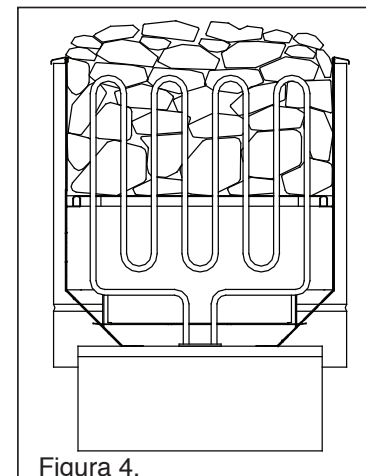

Figura 4.
- Pietrele trebuie să acopere în întregime rezistențele (figura 4).